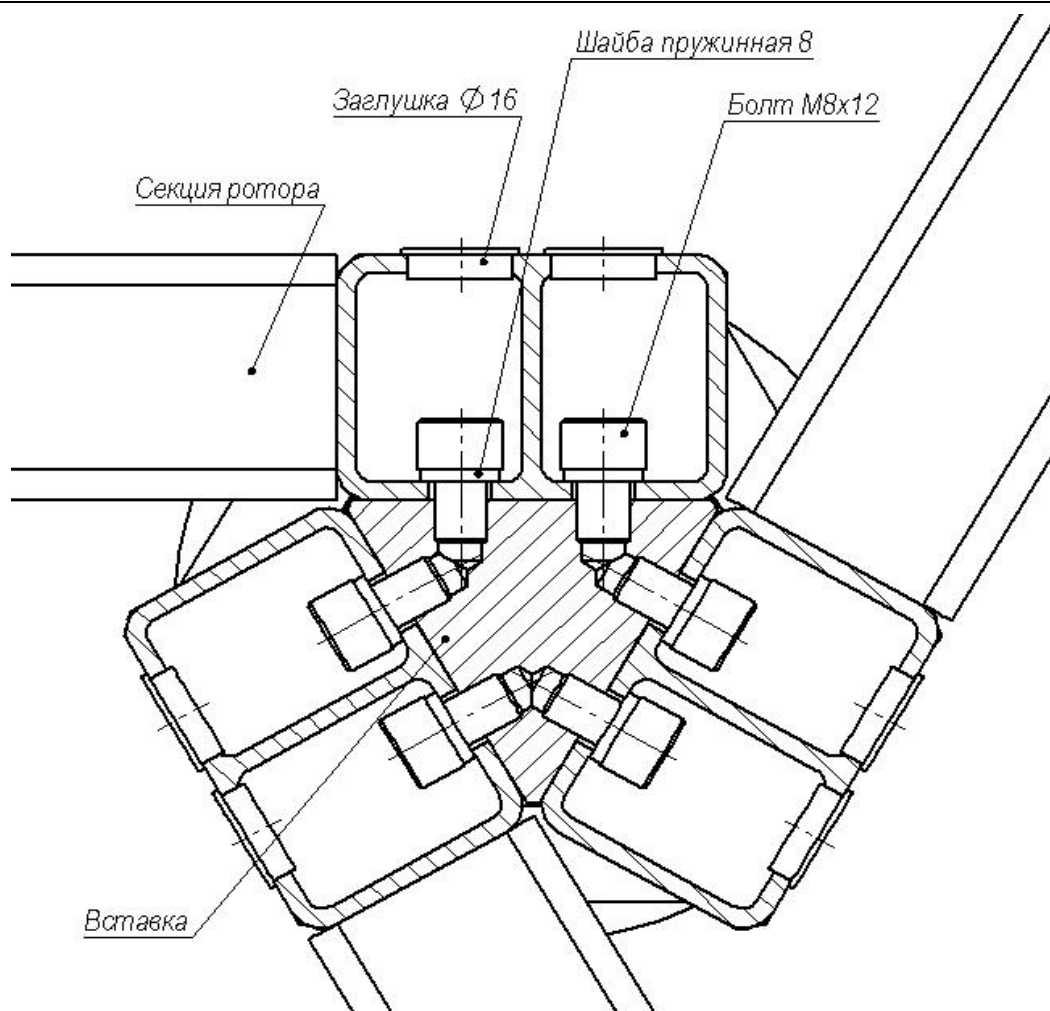

Рисунок 11 – Схема соединения секций ротора (1)
8.2.18 Положите на ровную горизонтальную поверхность секцию ротора с элементами крепления. Последовательно закрепите на ней обе секции ротора, используя 24 болта *M8x12* с пружинными шайбами 8 (см. рисунок 11). Окончательно затяните все болты.